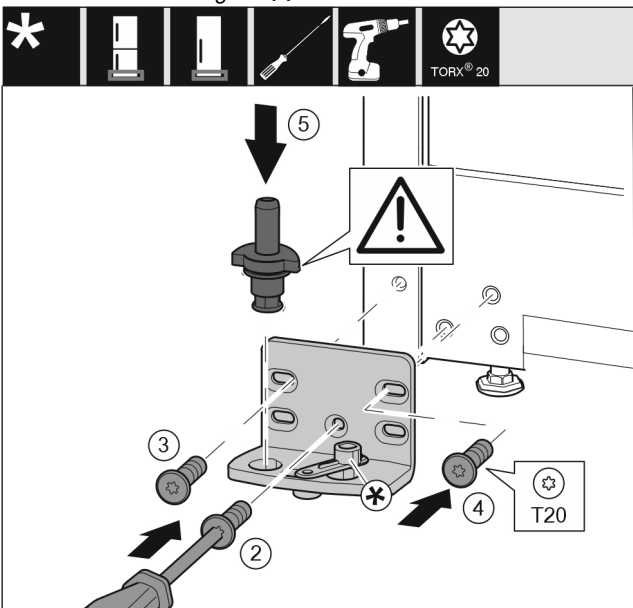

Fig. 14
- ▶ Pange laagripukk teisel küljel kohale ja kruvige kruvikeeraja T20 abil külge. Alustage kruviga 2 alt keskest. Fig. 14 (2)
- ▶ Keerake kruvi 3 ja 4 kinni. Fig. 14 (3,4)
- ▶ Pange laagripolt täielikult sisse. Pöörake seejuures tähelepanu sellele, et fiksaatornukk on tahapoole suunatud. Fig. 14 (5)